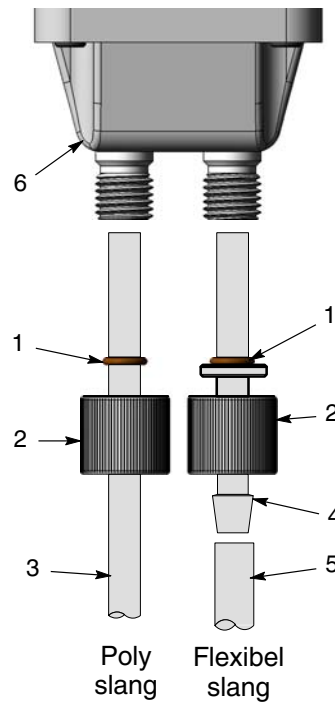

Bild 7 Anslutningar av pulverslang
1. Se bild 7. Tag av klämmuttern (2) och O-ringen (1) från pumpen.
2. Skjut klämmuttern över polyslangen (3).
4. Skjut in polyslangen i slitblocket (6) tills att det bottenar.
1. Se bild 7. Tag av en klämmutter för slang (2) och O-ringen (1) från pumpen.
2. Sätt på O-ringen på slangadaptern (4), så att den ligger mot adapterns fläns.
3. Sätt i adapterrändan i slitblocket (6).
5. Skjut på den flexibla pulverslangen (5) på den hullingsförsedda adapterns ände.